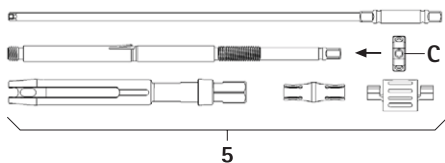

Fig. 10
- Introduzir a porca tensora **C** no tubo interno, ver Fig. 10.